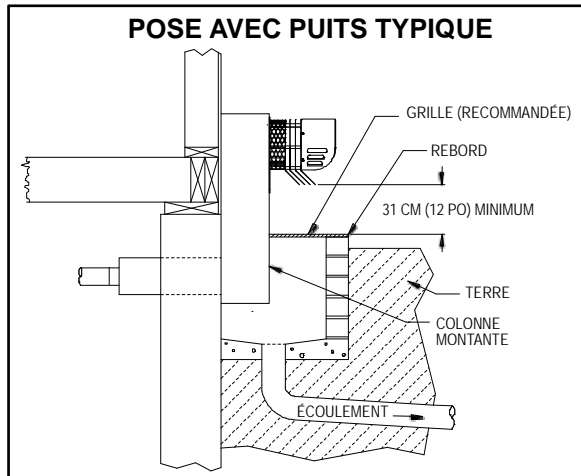

Figure 4
- Avant de débiter, se reporter au schéma Configuration de pose typique à la page 15. Veiller à se familiariser avec configuration de l'installation. Détermine l'emplacement de la sortie du système d'évacuation (voir Schéma A à la page 5) et préparer la zone de pose : Si la pénétration d'évacuation à travers le mur doit être près du niveau du sol ou en dessous, utiliser la colonne montante d'évacuation série SWG-VR-AF. Prévoir une protection de la colonne montante d'évacuation contre l'eau stagnante. Constituer un puits comportant un drainage et une protection contre l'eau ruissellement suffisants. Lorsqu'un puits est utilisé, le dégagement entre la paroi du puits et la colonne montante d'évacuation doit **IMPÉRATIVEMENT** être suffisante pour permettre la pose, le contrôle et le nettoyage des débris. Il est conseillé de prévoir une structure avec rebord et une grille pour empêcher l'eau et les débris de pénétrer dans le puits (voir Figure 4). Se reporter aux codes de construction en vigueur dans ce domaine.